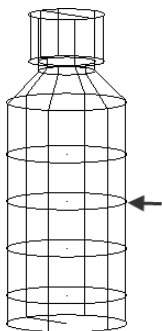

图 11-7 选取加工曲面
模式选项 曲面(s) (0)，选取加工曲面并按回车键，如图 11-7 所示；再选中对话框中的